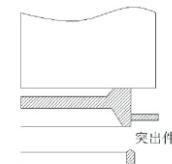

图3
注塑件内部或外部表面附带的突出或细小件会因超声波振动产生影响而断裂或脱落，例如固定梢等（如图3）。尽可能减少或消除这种问题的设计方法是：①在附属物与主相交的地方加一个大的R角，或加加强筋；②增加附属物的厚度或直径；